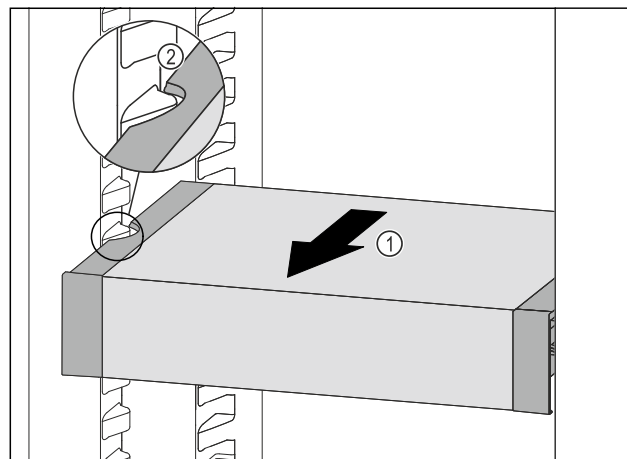

Fig. 123
- ▶ Tirare VarioSafe in avanti Fig. 123 (1) fino a quando le cavità laterali di VarioSafe non si trovano al livello della nervatura del contenitore nel vano frigorifero. Fig. 123 (2)